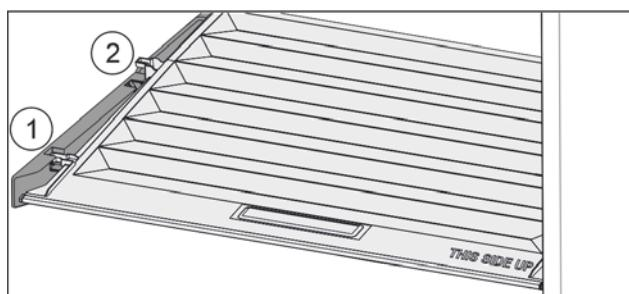

Fig. 39
- Потянуть крышку до отверстия в поддерживающих деталях вперед Fig. 39 (1).
- Поднять сзади снизу и извлечь Fig. 39 (2) движением вверх.